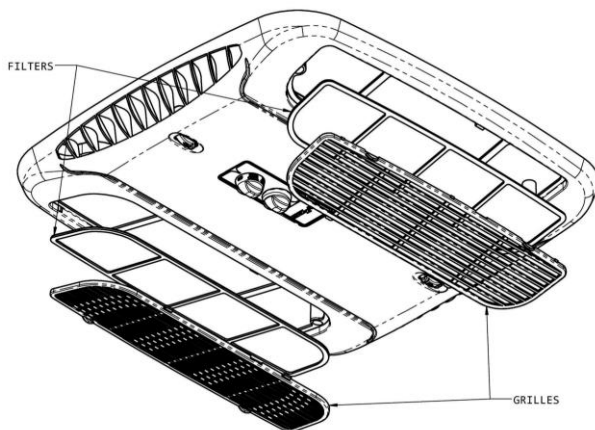

Figure 2
3. Réinstaller les filtres et les grilles dans le montage de plafond, comme illustré dans la figure 2.